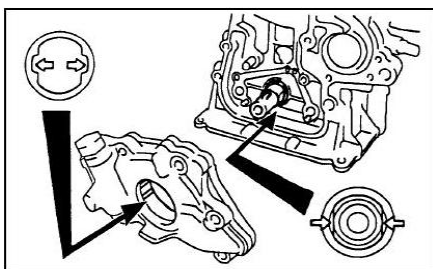

Рисунок II-135
2. Установите масляный насос на коленчатый вал при помощи специальных инструментов (см. Рисунок II-135).